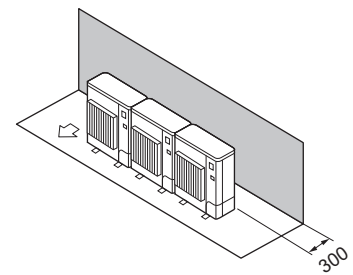

Fig. 2-13
- (1) Obstacles uniquement à l'arrière (Fig. 2-13)